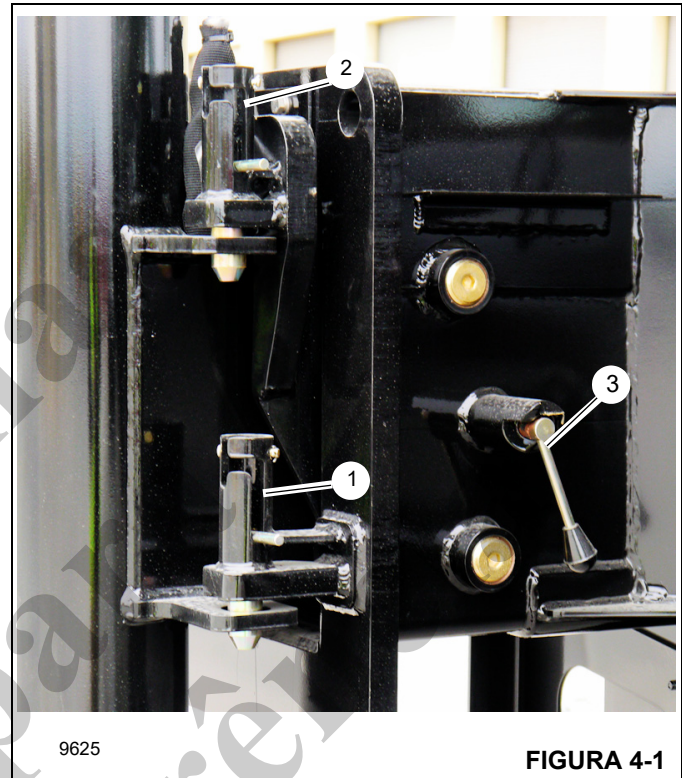

FIGURA 4-1
1. Desengate o bloqueio mecânico de deslocamento (1, Figura 4-1) que fixa cada viga do estabilizador na posição totalmente retraída durante o deslocamento.
- b. Posição 50% estendida. Engate as travas manuais centrais (2, Figura 4-1) para a posição intermediária.
- c. (Somente NTC60XL) posição 75% estendida. Engate as travas manuais (3, Figura 4-1) girando a alavanca no sentido horário.